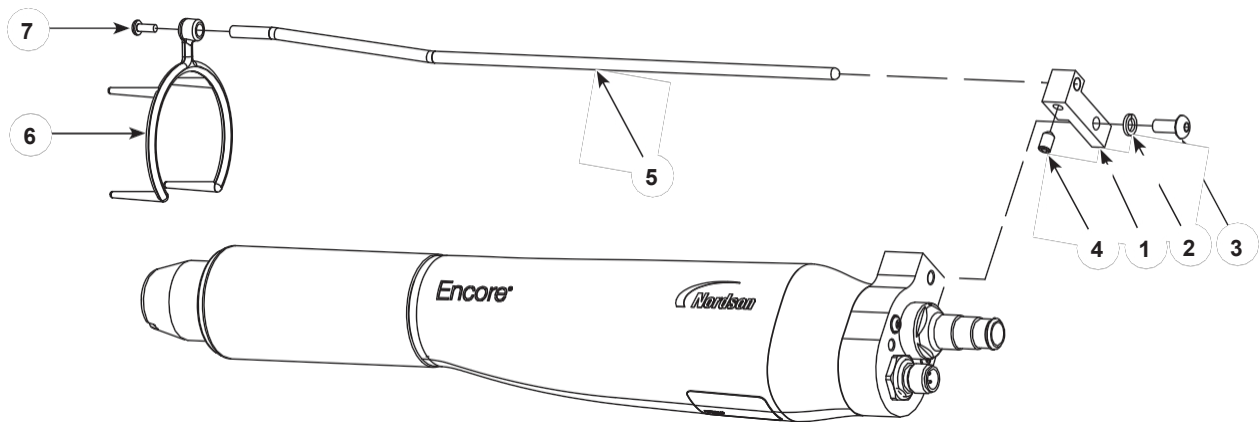

Figura 6 Instalación del colector de iones e : se muestra la boquilla de pulverización plana
1. Véase la figura 6. Instale el bloque de montaje (1) en la pistola con la arandela de seguridad M5 y los tornillos (2, 3).
2. Inserte la varilla colectora (5) en el bloque y fijela con el tornillo de fijación M5 x 8 (4) incluido en el kit del colector de iones.
3. Deslice la punta multipunto (6) sobre la tuerca de la boquilla y fjela a la varilla colectora con el tornillo M3 (7).